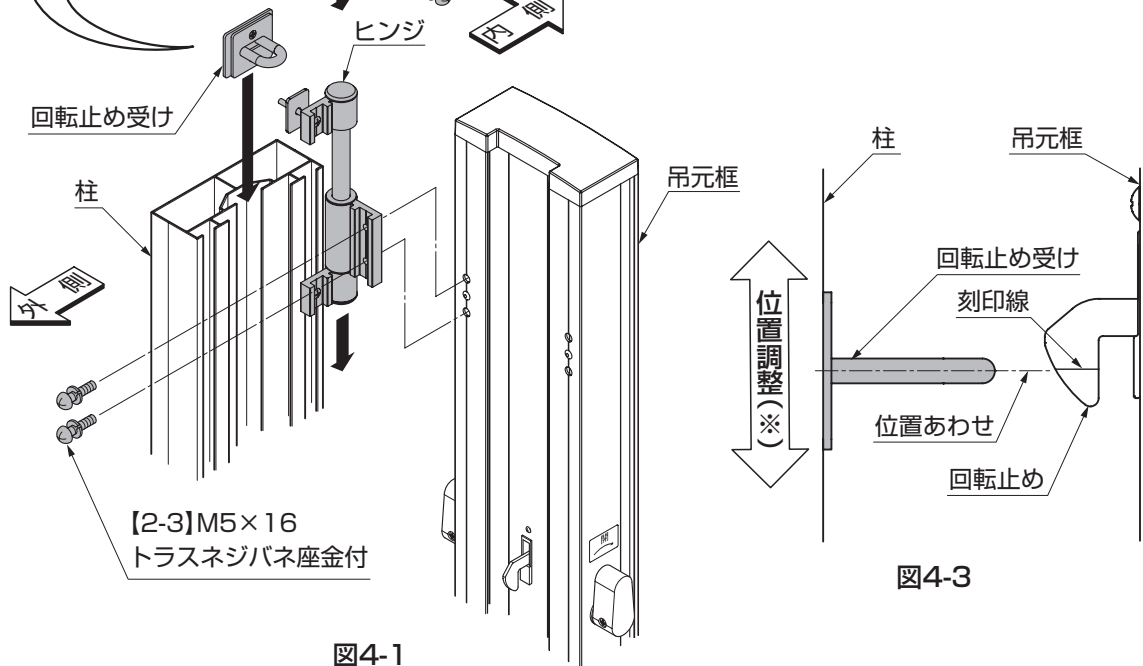

図4-3
- ④ 回転止め受けの中心を回転止めの刻印線に合わせて、ネジをしっかりと固定してください。(図4-3参照)